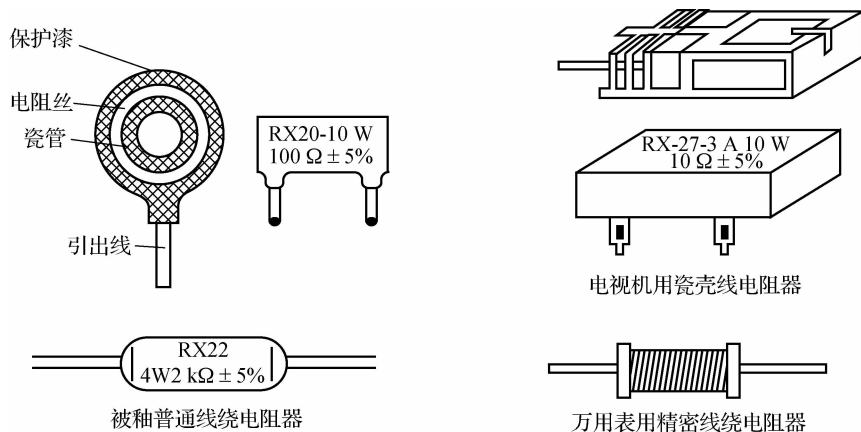

图 1-8 常用线绕电阻器的外形
(2)线绕电阻器。线绕电阻器由电阻率较大、性能稳定的锰铜、康铜等合金线涂上绝缘层,在绝缘棒上绕制而成。线绕电阻器有很多特点,如耐高温(能在  $300\text{ }^\circ\text{C}$  的高温下稳定工作)、具有很好的线性关系、精度高、稳定性好等。线绕电阻器的额定功率较大( $4\sim 300\text{ W}$ ),常用在电源电路中作限流电阻等;也可制成精密型电阻,如在万用表中作分流电阻用。一般的线绕电阻器由于结构上的原因,其分布电容、电感较大,不宜用在高频电路中。常用线绕电阻器的外形如图 1-8 所示。